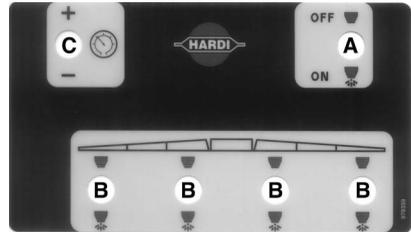

Fig. 14
4. L'interrupteur en marche/arrêt (**A**) (Fig. 14) est à la position «EN MARCHÉ» à l'opposé du symbole vert.
6. Appuyez sur l'interrupteur de réglage de pression (**C-**) (Fig. 14) jusqu'au moment où la poignée (**3**) (Fig. 14) cesse la rotation; Ceci sera le réglage de «pression minimum».
7. Appuyez sur l'interrupteur de réglage de pression (**C+**) (Fig. 14) jusqu'au moment où la pression désirée est atteinte à la jauge de pression.
1. Coupez le contact de la soupape de distribution **(B)** (Fig. 14) de la première section de la rampe.
2. Tournez la vis de réglage **(1)** (Fig. 14) jusqu'au moment où la jauge de pression de l'unité de contrôle **(7)** (Fig. 14) indique de nouveau la même pression, telle que réglée à l'étape 6 ci-dessus. (Tournez la vis dans le sens des aiguilles d'une montre pour une pression plus élevée, dans le sens contraire pour une pression moins élevée.)
3. Mettez le contact de l'interrupteur de la soupape de distribution **(B)** (Fig. 14).
5. Utilisation de l'unité de contrôle en marche : Pour arrêter le débit de la rampe tout entière, activez l'interrupteur en marche/arrêt **(A)** (Fig. 14). Ceci causera le retour des débits de pompe au réservoir, à l'aide du système de retour. Les soupapes à diaphragme anti-écoulement assurent la fermeture instantanée de toutes les buses.
Pour couper le débit à une ou plus des sections de la rampe, placez une ou plus des soupapes de distribution **(B)** (Fig. 14) de la rampe non requise à la position d'arrêt. Le dispositif de pression constante assure que la pression n'augmente pas aux sections demeurant en marche.